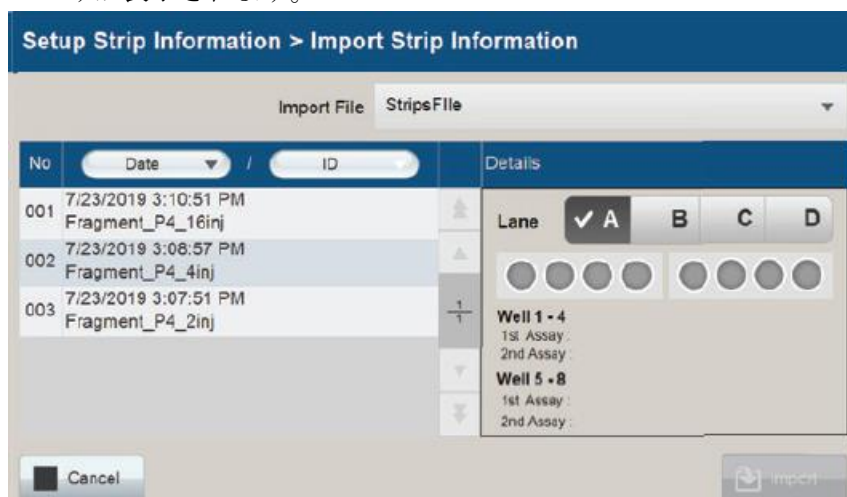

図 76 Import Strip Information 画面
2. Set Strip Information（図 75）の下部にある **Import** を選択すると、Import Strip Information 画面（図 76）が表示されます。
3. 下記のリストから希望する Strip File の情報を選んでください。（図 76）